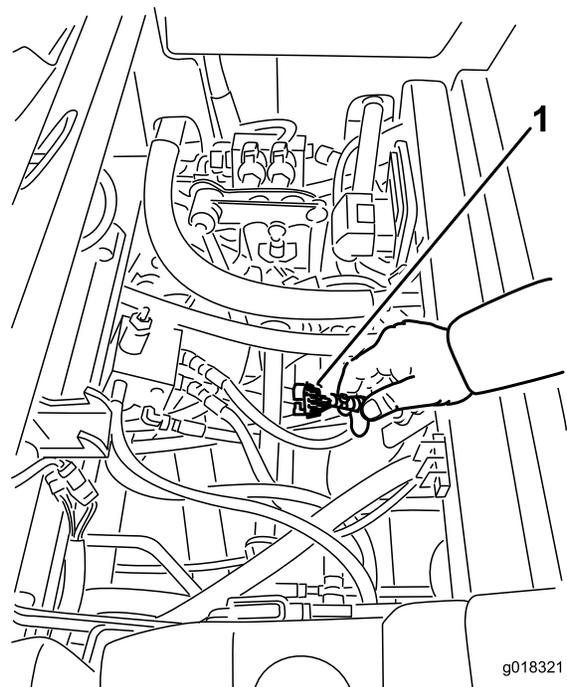

Figura 40
3. Localize os fios e os conectores junto ao controlador (Figura 40).